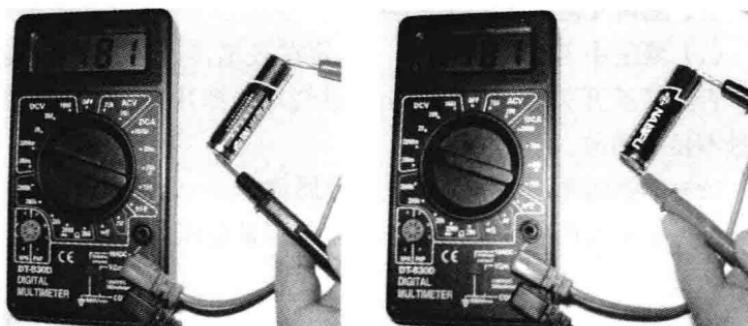

图 7-25 测量直流电压
(3) 用两表笔与待测电路并联，测量被测电路的电压，如图 7-25 所示。